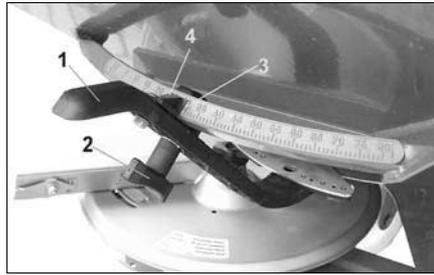

Fig. 43
- Le réglage du débit d'engrais s'effectue en réglant l'ouverture des trappes d'alimentation à l'aide des deux leviers de réglage (Fig. 43/1).
- Desserrez les écrous à ailettes (Fig. 43/2) du levier de réglage (Fig. 43/1).
- Positionnez l'arrête de lecture (Fig. 43/3) de l'index des leviers (Fig. 43/4) sur la graduation fournie par le tableau d'épandage ou par la disquette.